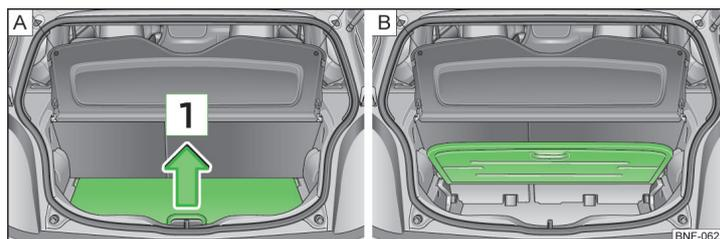

Fig. 71 Plancher de chargement variable : ouvrir / relever
- Saisissez le plancher de chargement variable au niveau de la poignée **1** et soulevez-le dans le sens de la flèche jusqu'à la butée » fig. 71 - **A**.